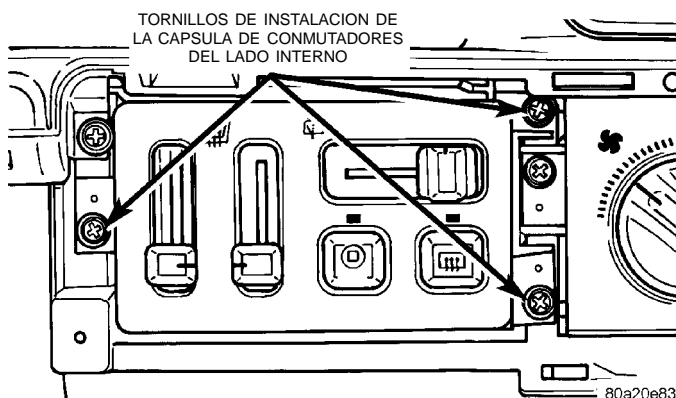

Fig. 10 Desmontaje/instalación de la cápsula de conmutadores del lado interno
(3) Retire los dos tornillos que aseguran la cápsula de conmutadores del lado interno al tablero de instrumentos (Fig. 10).